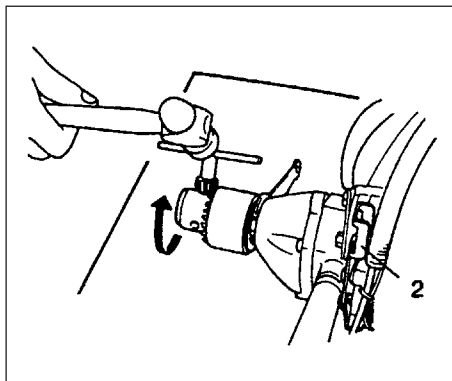

Fig. 2-6B
- Om de boorhouder los te draaien, plaats de moersleutel aan de andere kant en sla van deze kant uit (tegen de wijzers van de klok in) tegen de boorhoudersleutel. (TED-270PFL/270PFSL/270PFDH/270PFDLS/270PFHS) (Fig. 2-6B)